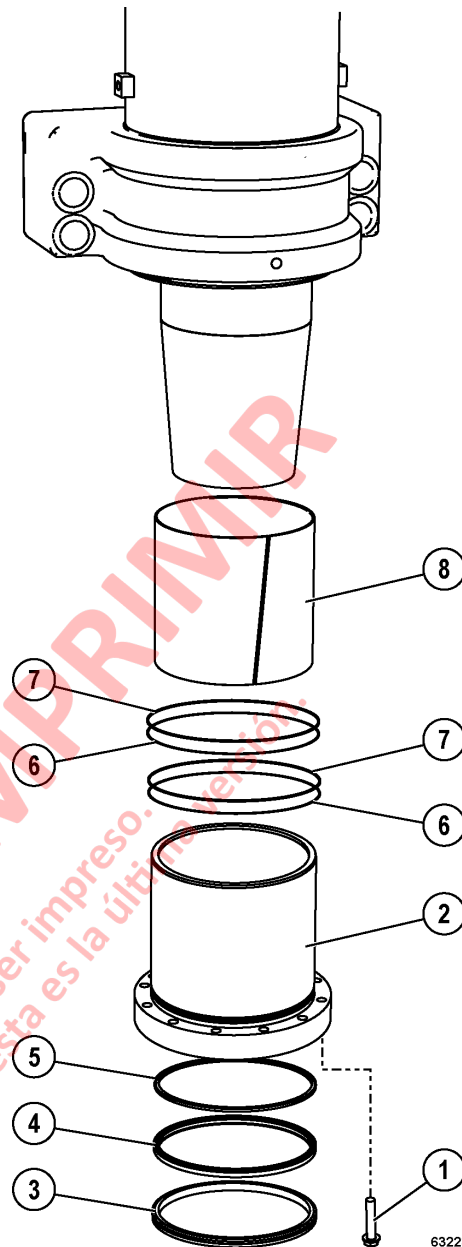

FIGURA 2-11. SUSPENSIÓN DELANTERA
1. Retire los pernos y las arandelas endurecidas del retén del buje inferior (1, Figura 2-11). Instale pernos de empuje en los orificios roscados de la pestaña del retén.
2. Apriete los pernos de empuje uniformemente y prepárelos para soportar el retén del buje a medida que sale de la caja de la suspensión. Saque el retén del buje inferior (2).
3. Saque el sello barredor (3), el sello de doble labio (4), el sello amortiguador (5), los anillos de respaldo (6), los O-rings (7) y el buje inferior (8).
1. Instale un nuevo sello amortiguador (5, Figura 2-11), un nuevo sello de doble labio (4) y el sello barredor (3).